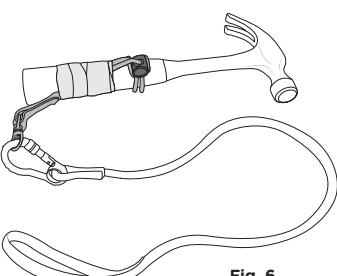

Fig. 6
6. Attach a tool lanyard to complete an appropriate tethering system [fig. 6].
6. Acople una cuerda de amarre para herramientas para que el sistema de anclaje sea el adecuado [fig. 6].